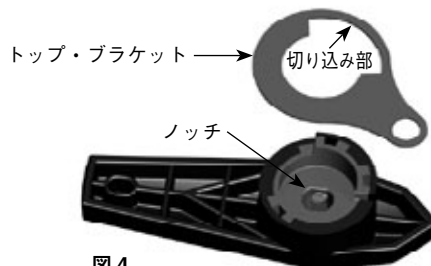

図 4
4. ハンドルを裏返し、トップ・ブラケットの切り込み部をハンドルのノッチに合わせ、トップ・ブラケットをハンドルの底部に取り付けます (図 4)。